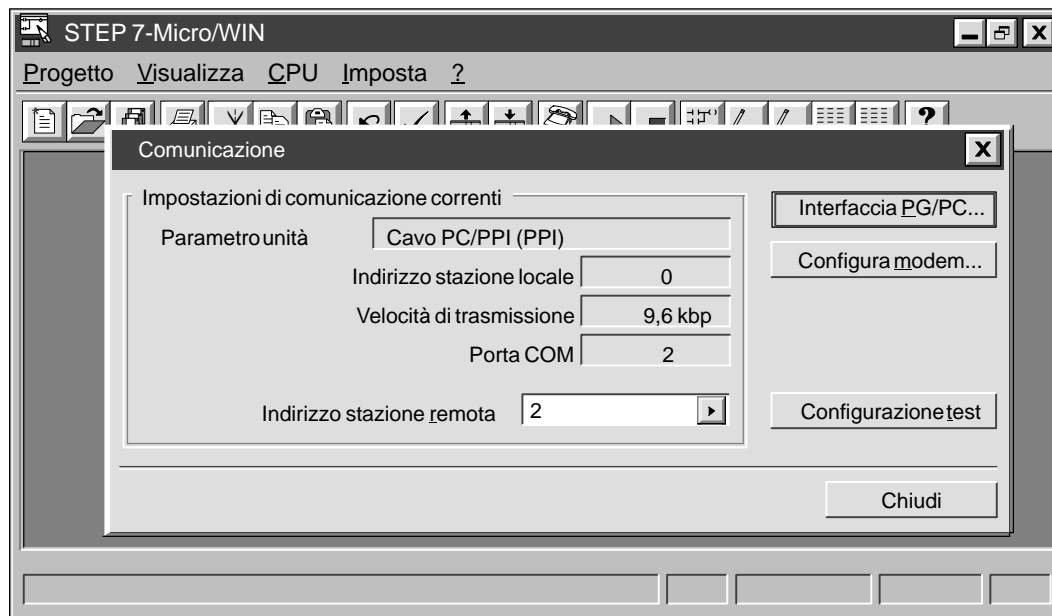

Figura 3-6 Impostazione della comunicazione tra il dispositivo di programmazione e la CPU
STEP 7-Micro/WIN contiene la finestra di dialogo Comunicazione che consente di configurare le impostazioni per la comunicazione (vedere la figura 3-6). Per aprirla procedere nel seguente modo: